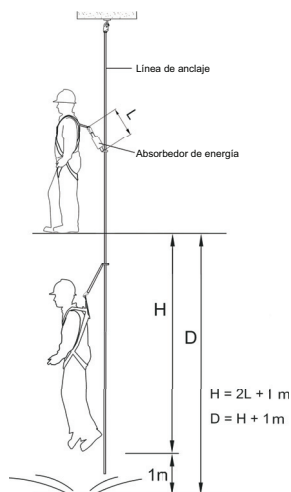

Fig. 1 Distancia de detención y distancia de retención de caídas
- Consulte la distancia máxima de detención H y la distancia mínima de retención de caídas D requeridas en la fig. 1 (L corresponde a la longitud del absorbedor de energía).